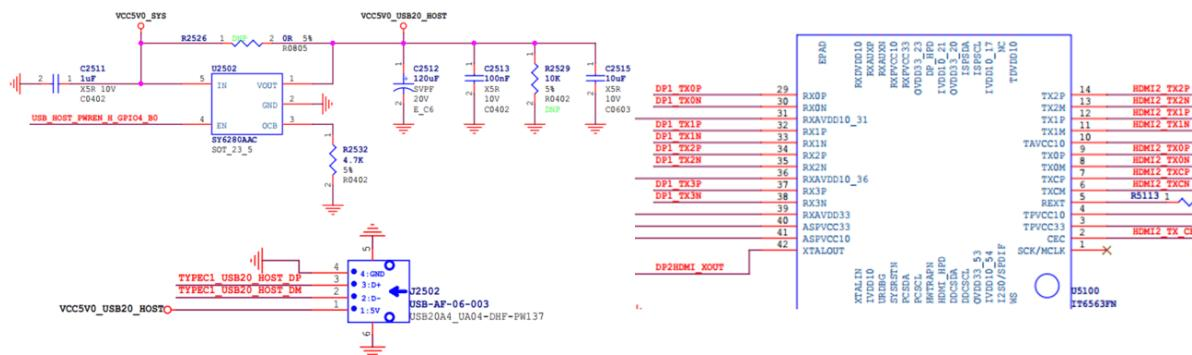

图 23 RK3588 Type-A USB2/DP to HDMI 接口
3. Type-A VBUS 的供电电源 (VCC5V0\_USB20\_HOST) 由 GPIO 控制, 当 OTG 作 HOST mode, 打开 VBUS 输出。此外, 稳压芯片 SY6280AAC 的输出电流由 OCB pin 连接的电阻决定, 最大电流  $I_{lim}(A)=6800/R_{set}(ohm)$ , 如下图 23 所示, VBUS 输出限流为 1.45A;